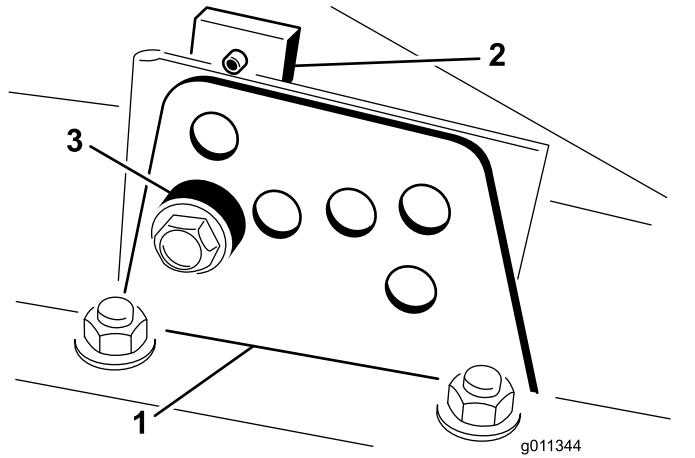

Рисунок 15
регулировки высоты скашивания (с передней и боковых сторон), как показано на Рисунок 15.
4. Удерживая камеру, снимите проставку (Рисунок 15).